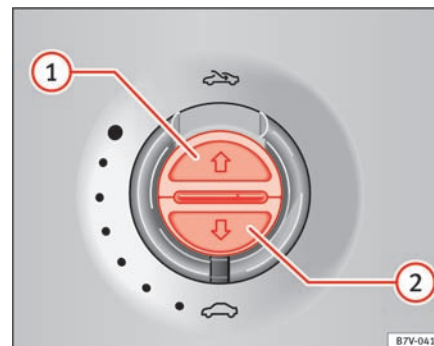

Fig. 60 I loftet: knapper til rullegardinet
Komplet åbning (automatikfunktion):	Tryk på knappen ⇒ Fig. 60 1 et kort øjeblik.
Standstning af automatikfunktion:	Tryk et kort øjeblik på knappen ⇒ Fig. 60 1 eller knappen ⇒ Fig. 60 2 .
Indstilling af mellemposition:	Hold knappen ⇒ Fig. 60 1 eller knappen ⇒ Fig. 60 2 inde, indtil positionen er nået.
Komplet lukning (automatikfunktion):	Tryk på knappen ⇒ Fig. 60 2 et kort øjeblik.
- *Rullegardin*: Inden for ca. 5 sek. efter udløsning af kraftbegrænsningen skal du trykke på knappen ⇒ Fig. 60 , indtil rullegardinet er helt lukket.